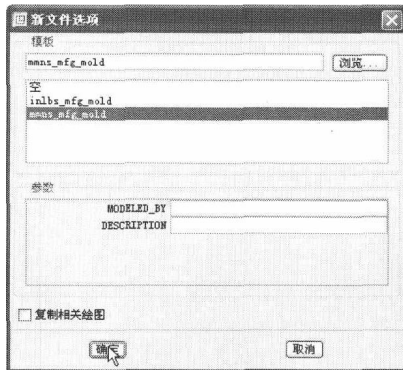

图 1-2 【新文件选项】对话框
3) 系统弹出如图 1-2 所示的【新文件选项】对话框，在【模板】选项框中选择 mmns_mfg_mold 选项，然后单击【确定】按钮，即可进入 Pro/E 模具设计的工作界面。